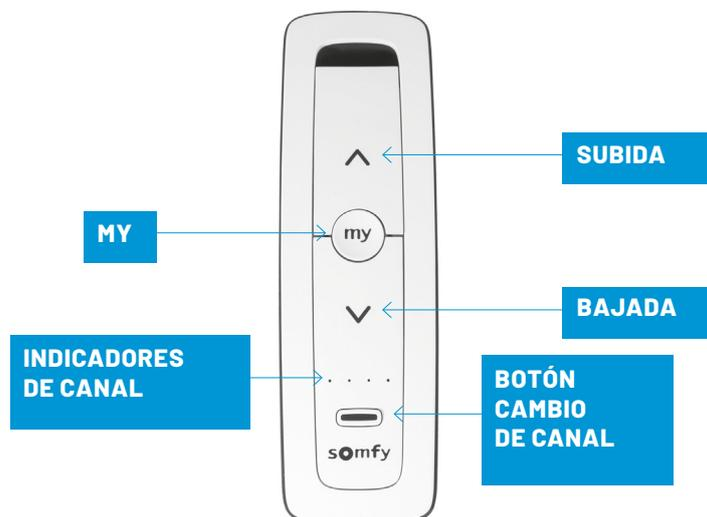

Imagen 1: mando IO
- b. Pulsar simultáneamente los botones de subida y bajada hasta que reaccione el techo "iclack-clack!" (Imagen 1).